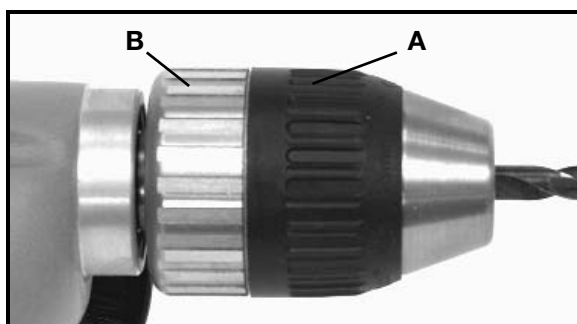

Fig. 2
2. Le mandrin de serrage à trois mâchoires a été conçu afin d'automatiquement centrer le foret. Ouvrez les mâchoires jusqu'à la largeur désirée en faisant tourner le manchon extérieur (A) Fig. 2 dans le sens contraire des aiguilles d'une montre (quand on regarde le manchon de serrage en se plaçant du point de vue du foret) afin que la tige du foret puisse aisément être insérée dans le mandrin.
4. Tout en tenant le foret d'une main, faites tourner le manchon extérieur (A) Fig. 2 dans le sens des aiguilles d'une montre jusqu'à ce que le mandrin se ferme sur le foret.
5. Vissez le mandrin en tenant la bague du mandrin d'une main (B) Fig. 2 et en faisant tourner le manchon extérieur (A) dans le sens des aiguilles d'une montre de l'autre. Vissez à fond.